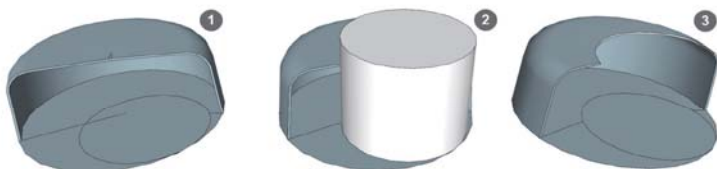

图 2.4.8 切割出内圆
(6) 用路径跟随工具, 以大圆规划出的部分为路径完成放样后如图 2.4.8 ①所示。
(7) 用推拉工具拉出地面上的小圆, 如图 2.4.8 ②所示, 准备做模型交错。
(8) 模型交错后, 删除多余的废线面后如图 2.4.8 ③所示。